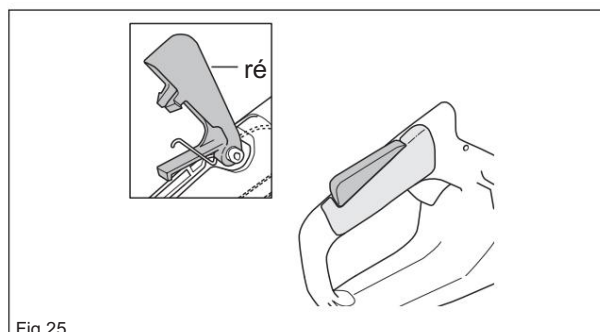

Fig 25
Montez le verrou d'accélérateur (D) en l'enfonçant dans l'axe de la poignée. (voir figure 25)
Assemblez l'insert de poignée à l'aide d'une vis, lorsque la commande d'accélérateur, le levier, le câble d'accélérateur et le verrou de commande d'accélérateur avec goupille sont correctement montés. (voir figure 25)